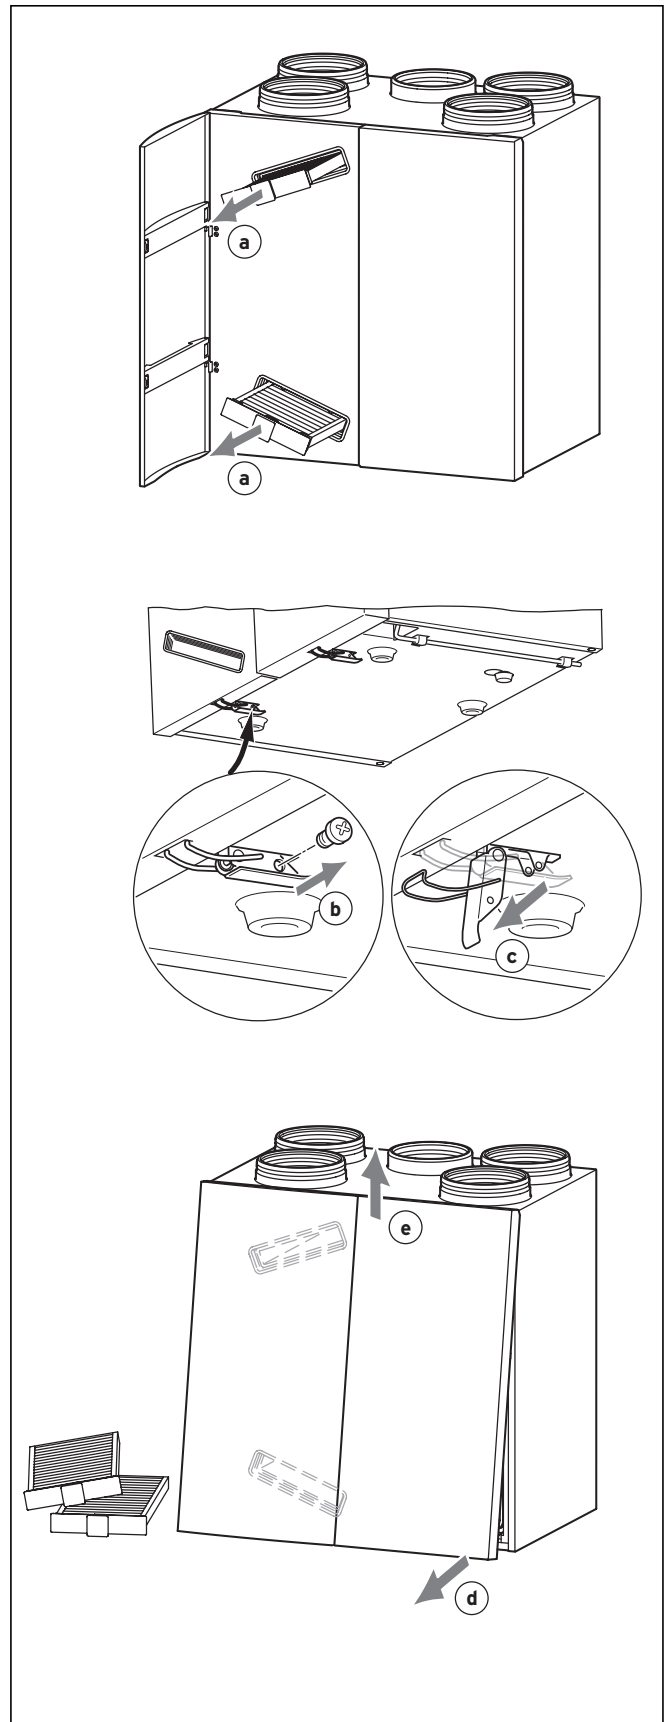

Abb. 4.8 Lüftungsgerät öffnen und schließen
- Ziehen Sie beide Filter aus dem Gerät und schließen Sie danach die Tür (Abb. 4.8, Pos. a)
- Lösen Sie auf der Unterseite des Gerätes die Sicherungsschraube am linken Spannverschluss (Abb. 4.8, Pos. b).
Danach öffnen Sie die beiden Spannverschlüsse (Abb. 4.8, Pos. c).
- Ziehen Sie die Unterseite der Frontverkleidung zu sich heran (Abb. 4.8, Pos. d).
- Heben Sie die Frontverkleidung über die Befestigungspunkte aus dem Gerät (Abb. 4.8, Pos. e).